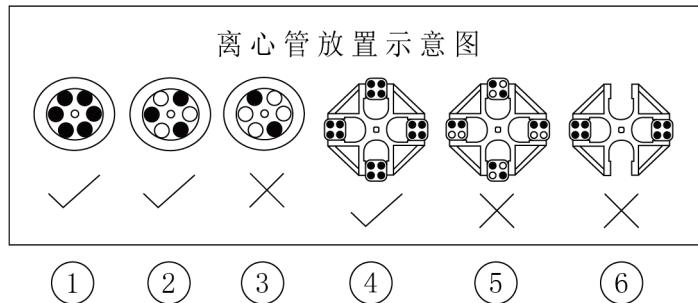

图 1 到图 3 为角转子的示意图，图 4 到图 6 为水平转子的示意图
- 1、图 1 是正常的 6 孔离心管放满转子的状态，转子正常的 6 点平衡受力；